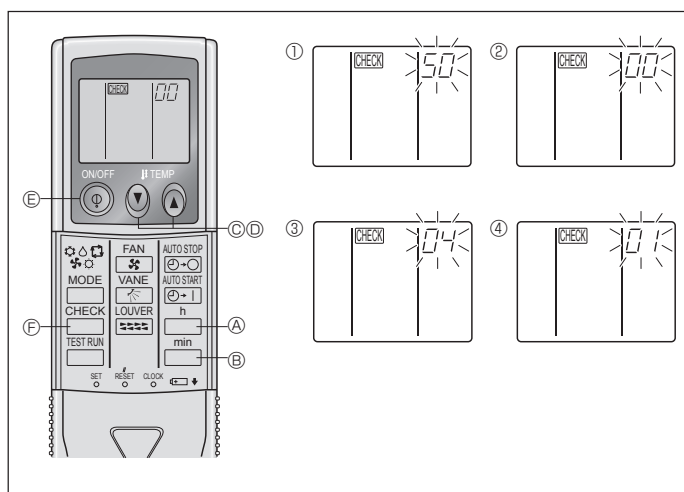

Fig. 6-10
2) Per il regolatore a distanza senza fili (Fig. 6-10)